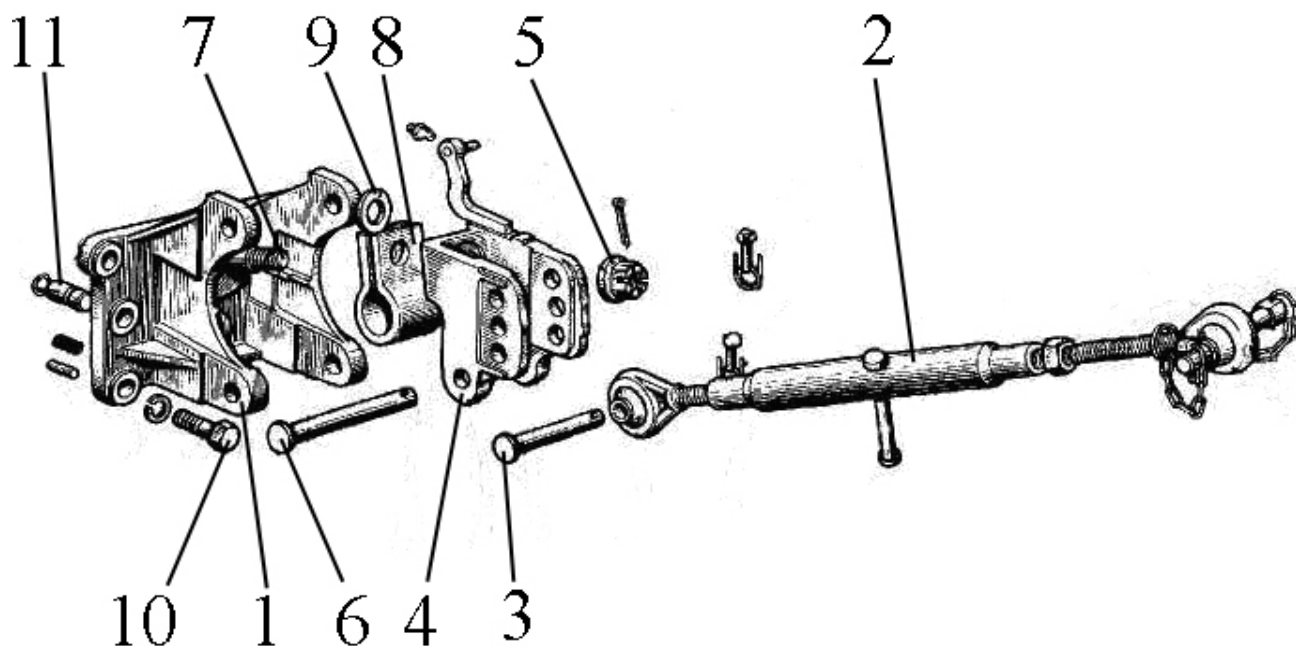

Рисунок 8.4
При необходимости замены деталей силового датчика, несущим элементом которого является кронштейн (1) (**рисунок 8.4**), выполните следующее:
- 1) снимите верхнюю тягу (2), установленную на пальце (3) серьги (4);
- 2) расшплинтуйте и отверните гайку (5);
- 3) извлеките палец (6) и снимите с болта (7) в следующей последовательности - серьгу (4), пружину (8) и шайбу (9);